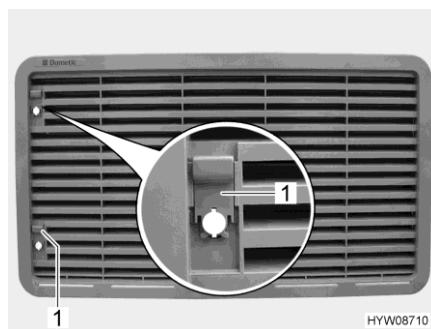

Fig. 185 Rejilla de ventilación del frigorífico
- Empujar la corredera (Fig. 185,1) hacia arriba.